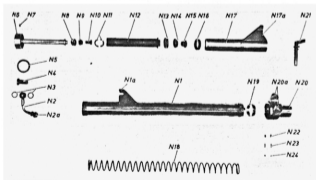

Abb. 43: Luftspanneinrichtung (N); Einzelteile
Die Einzelteile der Luftspanneinrichtung (N) sind (Abb. 43):